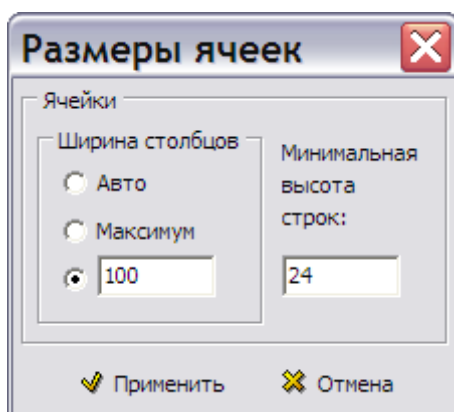

Рис. 5.63
3. В контекстном меню выберите команду **Размеры ячеек**. При этом появится диалоговое окно **Размеры ячеек** (Рис. 5.63).